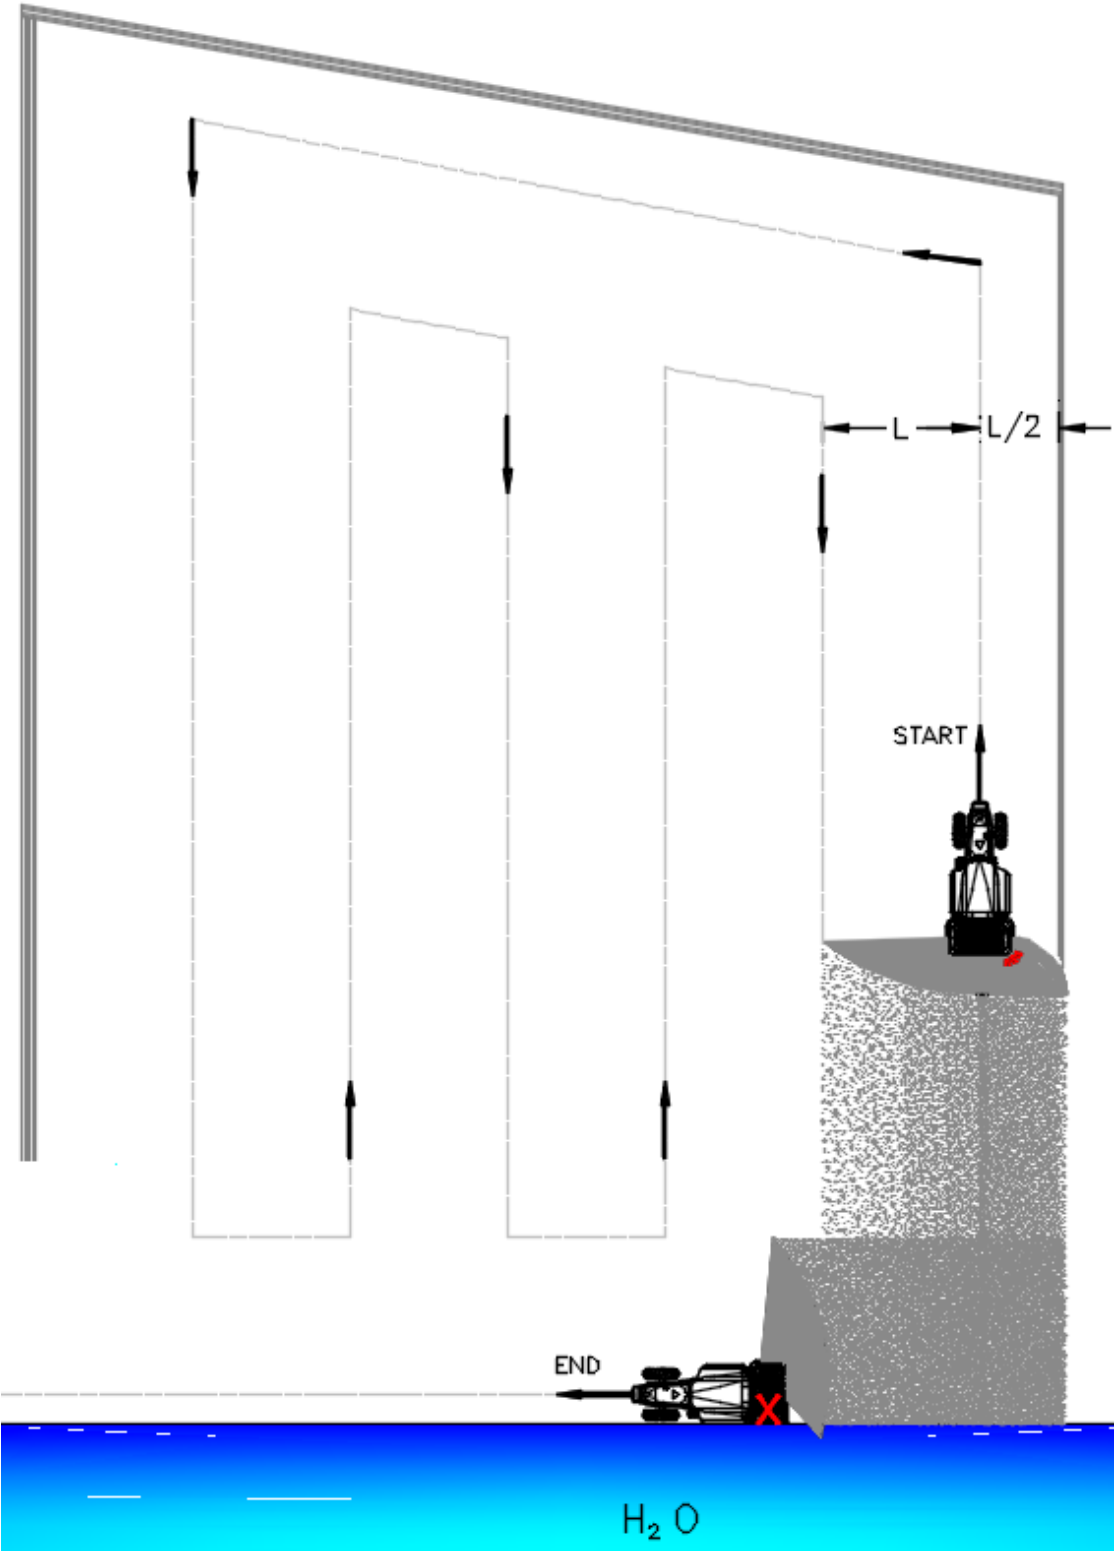

Figure 12.1 - Exemple d'épandage sur le terrain
- 4) Le schéma de la page suivante (*figure 12.1*) montre, à titre d'exemple, l'une des nombreuses approches possibles pour l'épandage d'engrais ou de semences sur le terrain. L'objectif est d'assurer un épandage complet, sans lacunes ni répétitions sur la zone à couvrir, tout en respectant les normes et les limites du terrain.